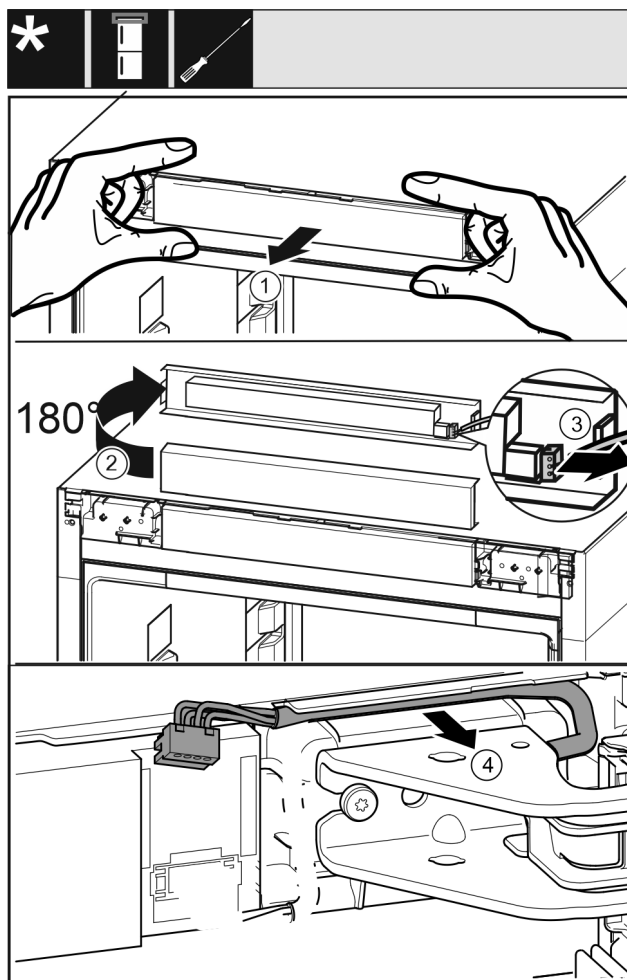

Fig. 19
- Oprezno otpustite masku za rukovanje Fig. 19 (1) prema naprijed.
- Okrenite masku za rukovanje Fig. 19 (2) prema gore za 180°.
- Pritisnite jezičac Fig. 19 (3) prema natrag i oprežno izvucite utikač.
- Oprezno otpustite kabel Fig. 19 (4) iznad podloška ležaja iz vodilice.